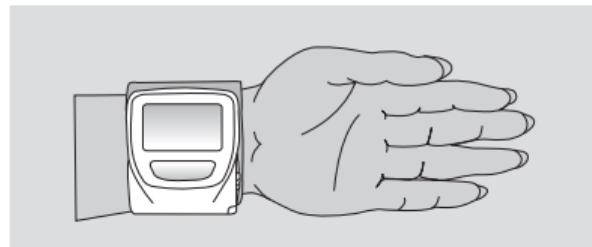

Fig. 2
**⚠** Applicare lo strumento come mostrato nella figura, in modo tale che il display si trovi nella parte interna del polso (vedere Fig. 2).